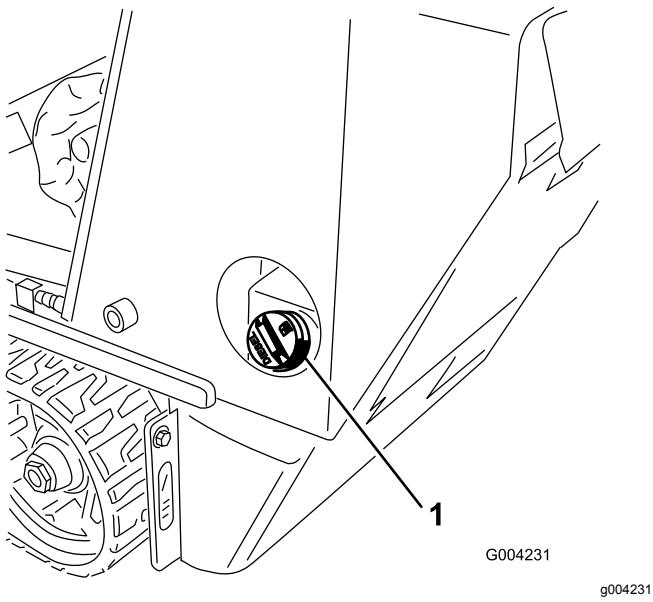

Bild 13
3. Reinigen Sie den Bereich um den Tankdeckel und nehmen Sie den Deckel ab (Bild 13).